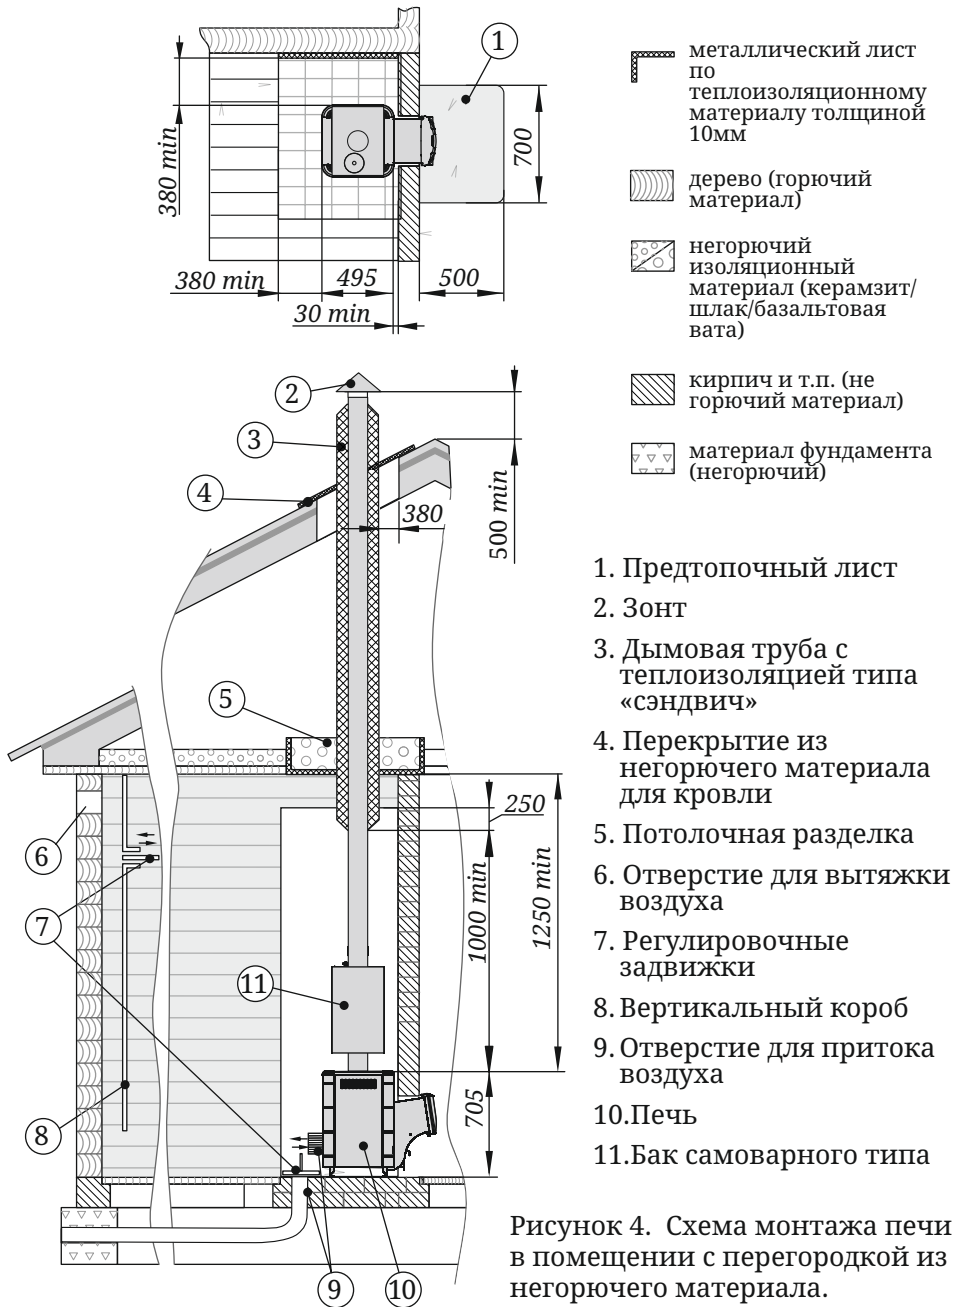

Рисунок 4. Схема монтажа печи в помещении с перегородкой из негорючего материала.
- пол из горючих и трудногорючих материалов перед дверцей топки — металлическим листом размером 700×500 мм (рисунок 4).
Для обеспечения надежного воздухообмена в парилке рекомендуется организовать приточно-вытяжную вентиляцию (см. рисунок 4).